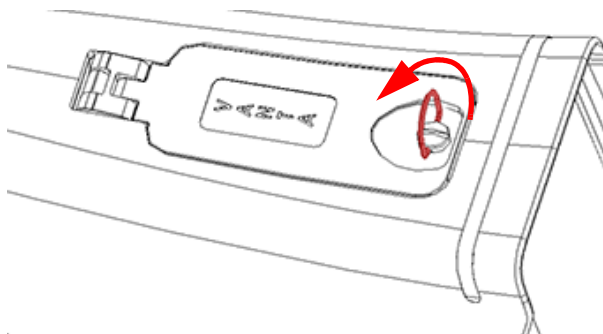

Рис. 3-1 Крышка разблокирована
1. Поднимите и поверните кольцо крышки против часовой стрелки до размыкания (см. Рис. 3-1 на стр. 52).